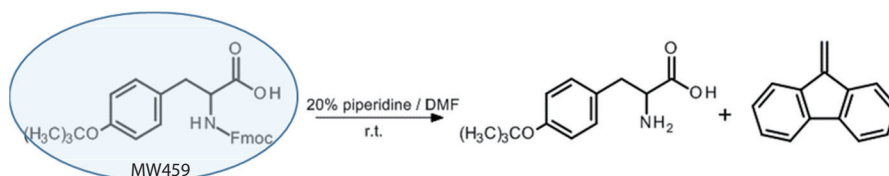

图 2 Fmoc-Tyr(tBu)-OH 的去保护反应
将 23.0 mg Fmoc-Tyr(tBu)-OH(N-(9- 芴甲氧羰基)-O- 叔丁基-L- 酪氨酸) 溶于 5 mL DMF (溶液①)，将哌啶和 DMF 的溶液以 1:4 的比例混合 (溶液②)。当溶液①与溶液②混合时，将在室温下发生 Fmoc 基团的去保护反应 (图 2)。将 4.5 μ L 的溶液①和溶液②注射到 PESI 溶液分析所用的小 (10 μ L) 样品板中以诱导发生去保护反应，并实时分析反应过程。